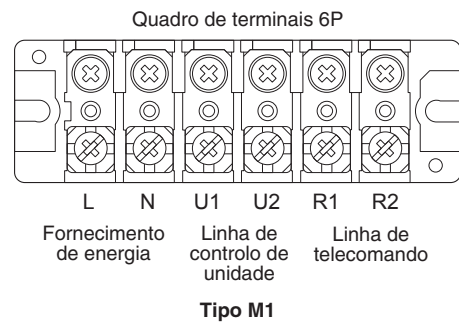

Fig. 4-2
- (1) Consulte a secção “4-2. Comprimento e diâmetro do fio recomendados para o sistema de fornecimento de alimentação” para a explicação de “B”, “C”, “D” e “E” no diagrama acima.
- (2) Embora o diagrama de ligação básica da unidade interior mostre os quadros de terminais, os quadros de terminais em seu equipamento podem diferir dos mostrados no diagrama. (Fig. 4-2)
- (3) O endereço do circuito do refrigerante (R.C.) deve ser definido antes de ligar a alimentação.
- (4) Com respeito à definição do endereço R.C., consulte as instruções de instalação fornecidas com o telecomando (opcional). A definição automática do endereço pode ser executada automaticamente pelo telecomando. Consulte as instruções de instalação fornecidas com o telecomando (opcional).